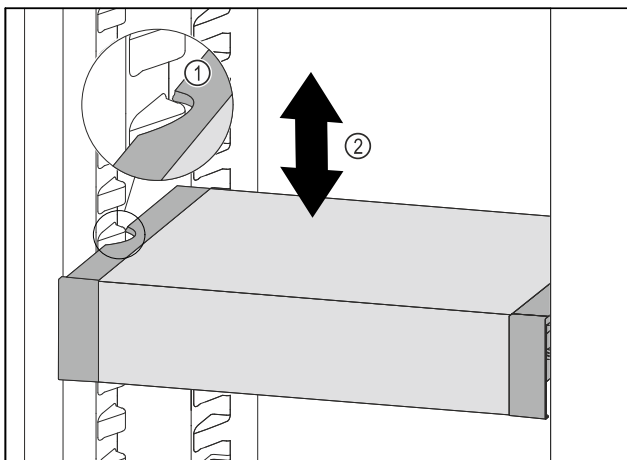

Fig. 147
- ▶ VarioSafe nach vorne ziehen, bis sich die seitlichen Aussparungen des VarioSafes auf Höhe der Behälterrippe im Kühlteil befinden. Fig. 147 (1)
- ▶ VarioSafe im Kühlteil nach oben oder unten bewegen, bis gewünschte Höhe erreicht ist. Fig. 147 (2)